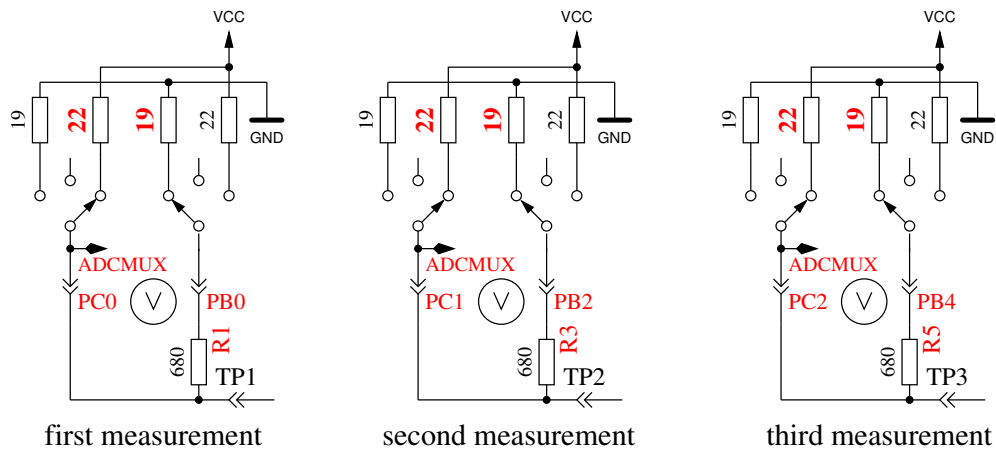

Abbildung 5.47: Messung des Innenwiderstandes des auf VCC geschalteten Port-C-Ausgängen.
9. **Messung des Innenwiderstandes von auf VCC geschalteten Port-Ausgängen.** Der benötigte Strom wird von auf GND geschalteten 680Ω-Widerständen geliefert. Es ist die gleiche Messung wie die in Test 8 zur anderen Seite, wie in Abbildung 5.47 gezeigt wird. Der Innenwiderstand wird wie folgt berechnet: Um den Strom zu berechnen: $(5001 - (\text{Ergebnis von Test 8}) - (\text{Ergebnis von Test 9})) / 680$. Die Widerstandswerte ergeben sich, wenn die gemessene Spannung durch diesen Strom dividiert wird. Das Ergebnis für diesen Test wird dann in Zeile 1 mit dem Text „RI_Hi=“ in Ω angezeigt, der Innenwiderstand zur GND-Seite wird in Zeile 2 mit dem Text „RI_Lo=“ angezeigt. Diese Werte werden ab Software-Version 1.06k bei jeder Messung neu bestimmt und hier nur dargestellt.